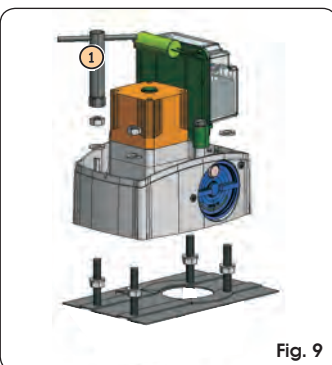

Fig. 9
- ② Collocare l'operatore sulla piastra utilizzando le rondelle e i dadi in dotazione come da Fig.9, aiutandosi con la chiave a tubo in dotazione (Fig. 9 rif. ①).